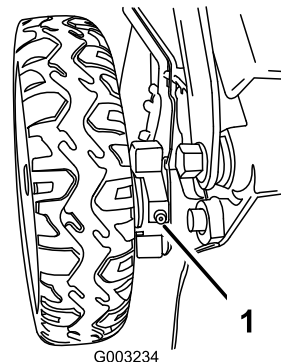

Figura 50
1. Limpie con un trapo limpio los puntos de engrase situados justo dentro de las ruedas traseras (Figura 50).